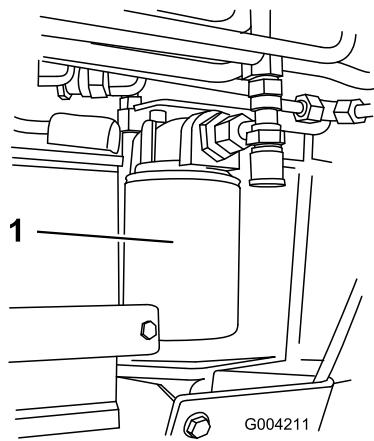

Figura 59
4. Coloque un recipiente debajo del filtro (Figura 59).
5. Retire el filtro usado (Figura 59) y límpie con un paño la superficie de la junta del adaptador del filtro.
7. Instale el filtro hidráulico nuevo en el adaptador del filtro (Figura 59). Apriete el filtro en el sentido de las agujas del reloj hasta que la junta de goma entre en contacto con el adaptador del filtro, luego apriete el filtro tres cuartos de vuelta más.